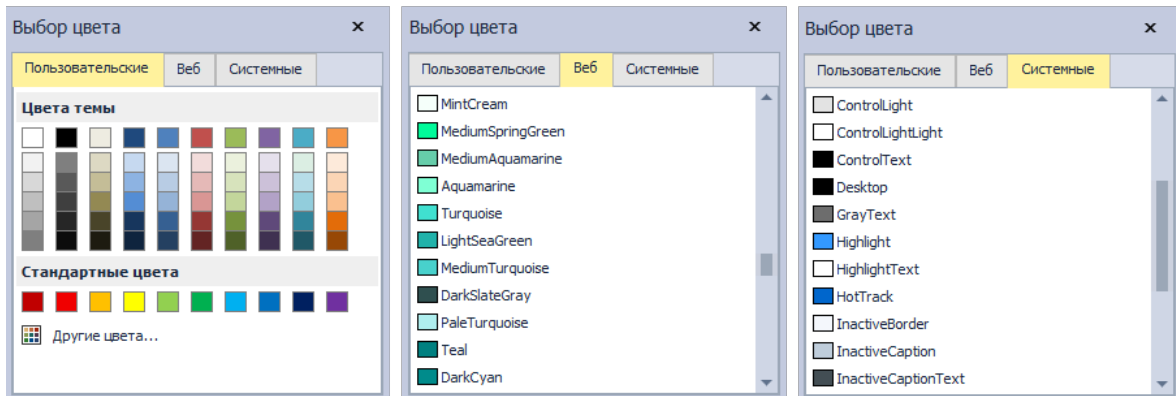

Рис. 435 Выбор цвета для отображения цепи на плате
2. Выбрать цвет для отображения цепи с помощью появившегося окна, см. Рис. 435.